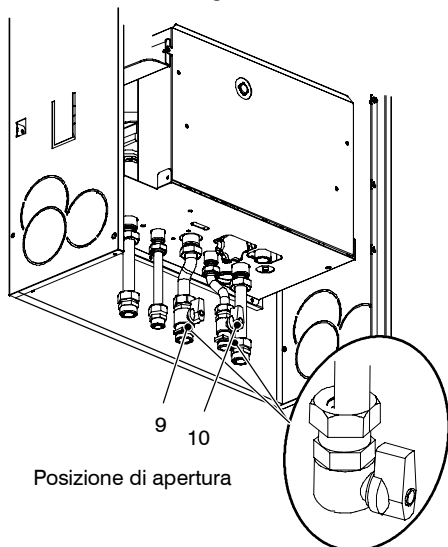

fig. 6.1
- 1 Aprire il rubinetto del contatore gas e quello della caldaia 9 in fig. 6.1
- 4 Aprire il rubinetto 10 in fig. 6.1